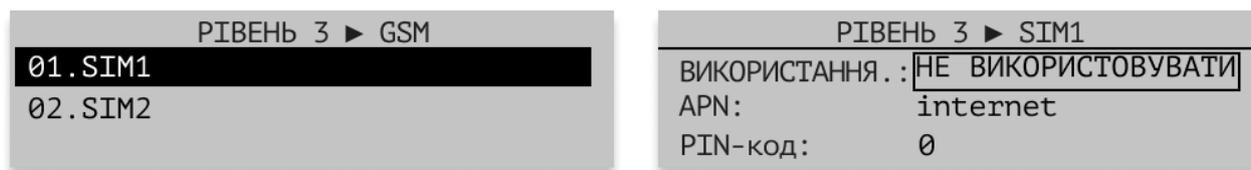

Рисунок 10.8.2 – Налаштування SIM
10.8.2 При налаштуванні модулів GSM (M-LTE/M-2G) вказують параметри для SIM-карток: використання, точка доступу, PIN-код (Рис. 10.8.2).